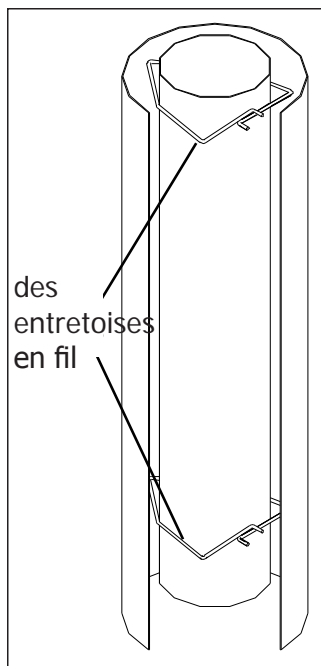
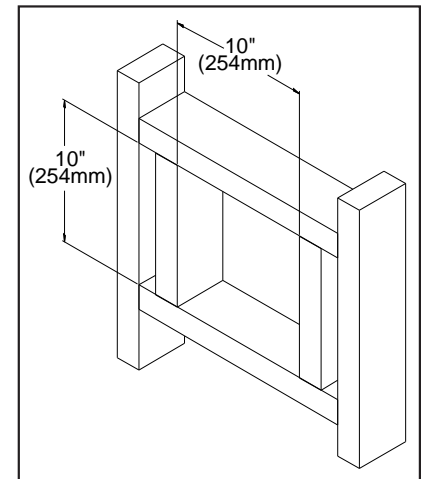

Figure 20.1: des entretoises en fil
Figure 26: trou mur de cadrage pour l'installation horizontale
4. Cadrez le trou comme indiqué sur la Figure 26.
5. Coupez le coupe-feu mural pour correspondre à l'épaisseur de paroi nécessaire. Installez la cartouche de mur et le fixer sur le châssis de la paroi interne en utilisant quatre (4) 1 1/2 "vis à bois. Si un mur est supérieure à 8 "(203 mm) de profondeur, le dégagement au-dessus du flex doit être 4 3/8" (111mm)
8. Faites glisser le Ø6 5/8 "(16,25 cm) flex de revêtement d'admission sur le conduit de ventilation flexible. Installez quatre entretoises (4) de fil à travers le tuyau flexible. Assurer le fil entretoises sont les doublures (voir Figure 20.1 et 20.2).
3. Avec le tuyau attaché à la poêle dans l'emplacement correct, marquez le mur pour un 10" (25,4 cm) x 10" (25,4 cm) trou carré (voir la figure 26). Le centre du trou carré doit correspondre à la ligne médiane du